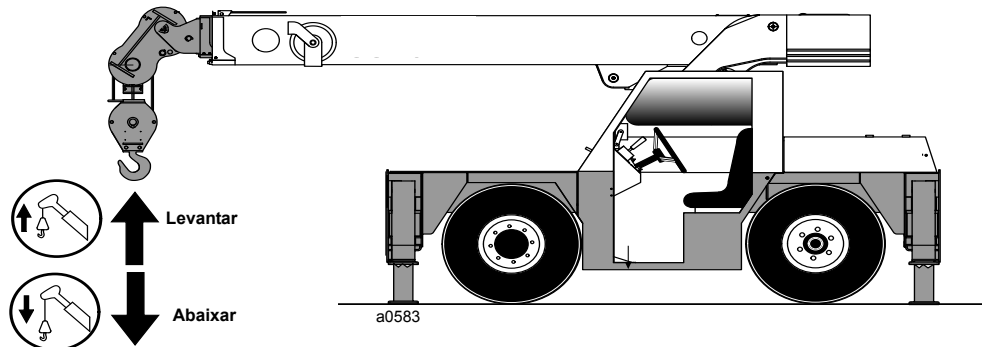

FIGURA 3-36
Consulte a Figura 3-36.
4. Puxe lentamente para trás a alavanca de controle do guincho (Figura 3-36) até conseguir a velocidade de elevação desejada. Quanto mais o controle for puxado para trás, mais rápido a carga será elevada.
4. Empurre lentamente a alavanca de controle do guincho (Figura 3-36) até conseguir a velocidade de abaixamento desejada. Quanto mais o controle for empurrado para frente, mais rápido a carga será abaixada.